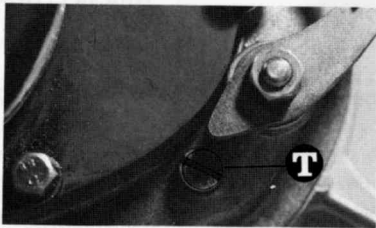

Fig. 36
Para verificar el nivel de aceite desenroscar el tapón (T) (fig. 36), el líquidos deberá permanecer a la altura del taladro.